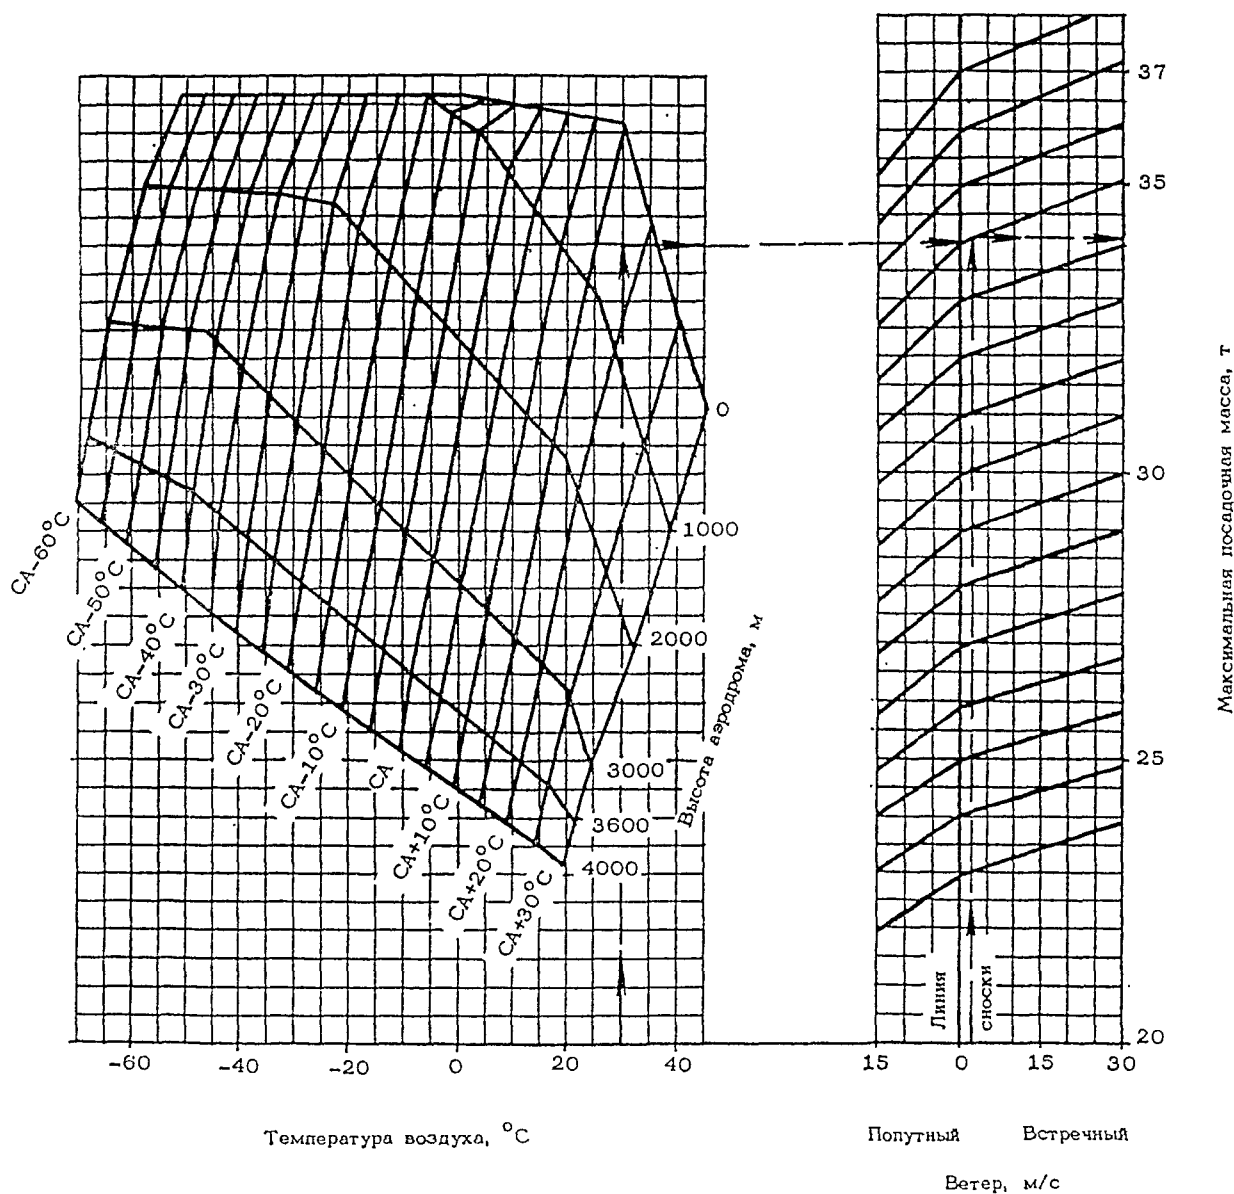

РИС. 54. МАКСИМАЛЬНО ДОПУСТИМАЯ ПОСАДОЧНАЯ МАССА
1. Определите максимально допустимую посадочную массу по рис. 54. Она равна 36,9 т.
1. Определите максимально допустимую посадочную массу по рис. 54. Она равна 36 т.